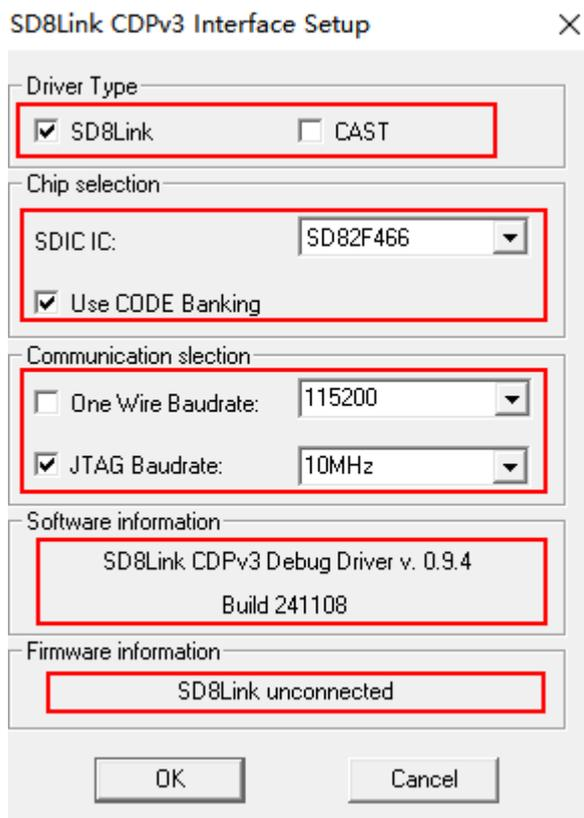
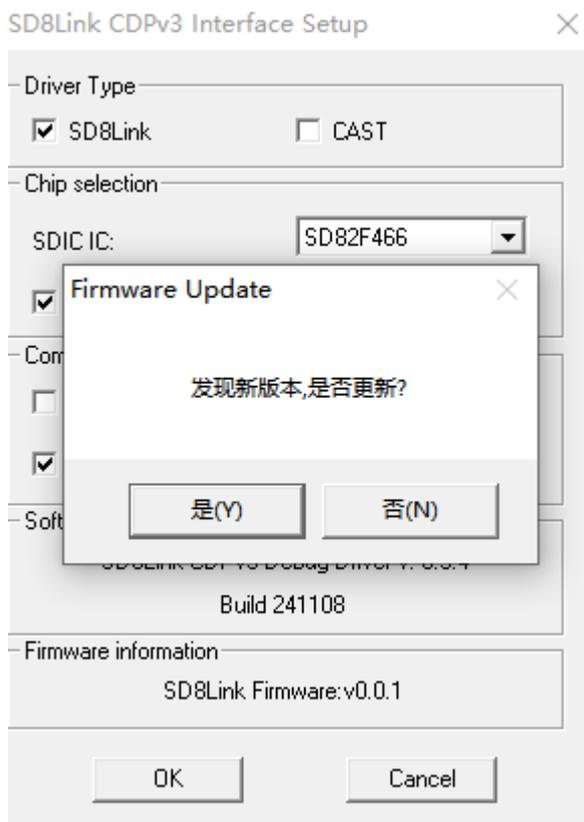

图 2.4.1 驱动设置
图 2.4.2 提示更新
(2) 驱动 Settings, 驱动设置: Target→Debug→Settings, 再按照如下图 2.4.1 设置界面设置, 注意:
- ①. Driver Type: 使用硬件版本“SD8Link v0.3”及以上时请勾选 SD8link, 使用硬件版本“SD8Link v0.2”及以下时请勾选 CAST;
- ②. SDIC IC: 默认 SD82F466, 根据使用的芯片自行修改, 选择 SD82F466 时可以选择勾选 Use CODE Banking, 程序有 Code Bankink 分区请勾选, 选择其他芯片将无法使用;
- ③. SD81F233、SD82F354、SD82F352、SD82F466 芯片 Onewire Baudrate:默认 1843200bps, JTAG Baudrate:10MHz, SD82F153、SD82F253 默认 115200bps, JTAG Baudrate:2MHz;
- ④. 软件信息显示驱动的版本号和构建时间。
- ⑥. 固件信息没连接时提示“SD8Link unconnected”或者“CAST unconnected”, 连接上后提示固件版本。
- ⑦. 连接硬件后固件的版本不是最新时, 在设置界面会提示是否需要更新, 如图 2.4.2 所示; 点击“是”会开始进行更新(点击“否”则不在提示是否更新, 如果需要更新关闭设置窗口再次打开会再次提示是否更新), 开启“Firmware Update”的进度条, 如图 2.4.3 所示, 更新成功后提示“成功”; 如果在更新过程中断开调试器硬件会提示“更新失败”, 重新插上后会提示“上次更新失败, 是否继续更新”, 如图 2.4.4 所示, 再次更新和发现新版本更新效果一样。